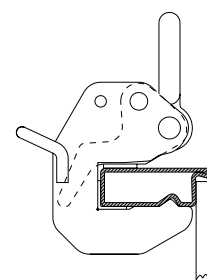

Fig. 21.3
3. Pour verrouiller, remettre le levier de sécurité dans sa position initiale (Fig. 21.3).